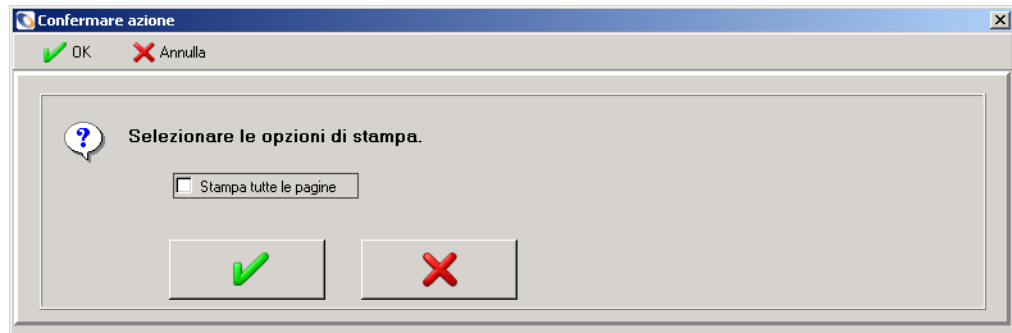
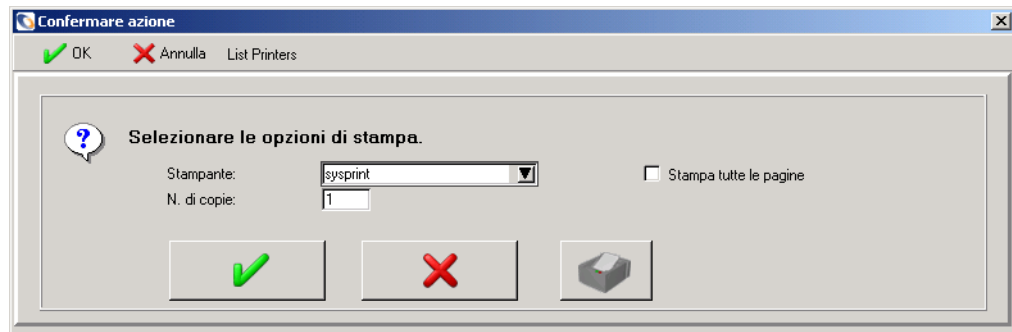

Figura A-2: Opzioni di stampa record: stampante client
Figura A-3: Opzioni di stampa record: stampante server
Verrà visualizzata la finestra di dialogo **Confermare azione** (Figura A-2 a pagina 565) che consentirà di scegliere le opzioni di stampa. Se è stata configurata la stampante server [S], verranno visualizzate le opzioni di stampa da server (Figura A-3 a pagina 565).
- 3 Se è configurata la stampante server [S] (Figura A-3):